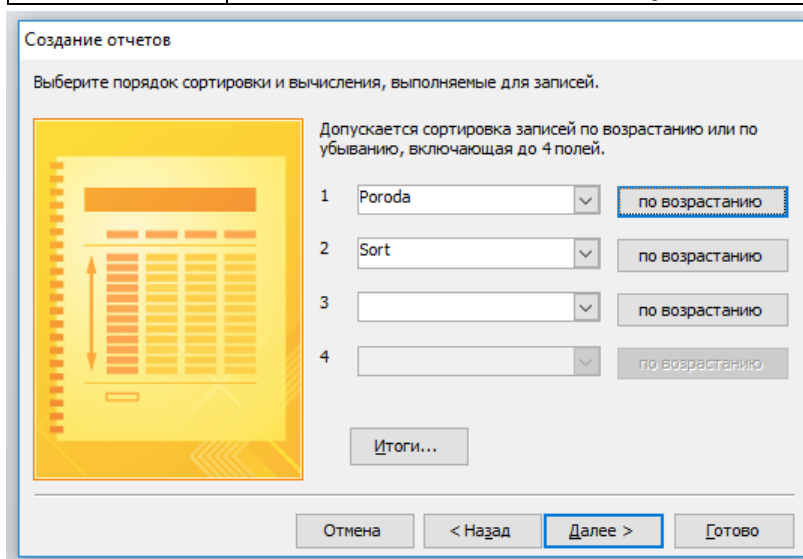

Рис. 35. Вибір порядку сортування
6. У наступному вікні вибрати порядок сортування полів. Призначити в якості першого ключа поле Poroda, а в якості другого – Sort (рис. 35). Потім натиснути кнопку Далее.